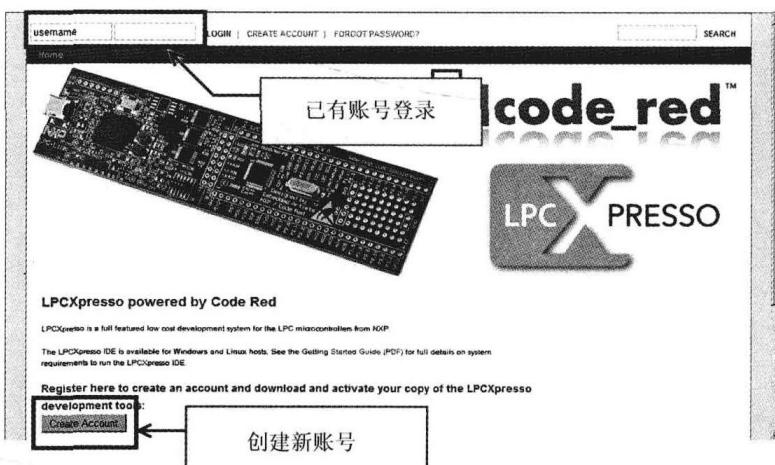

图 1.1 登录页面
(2) 网页打开后,会看到登录窗口。如果还没有 LPCXpresso 的用户账号,需要点击“Create Account”按钮创建账号。已经有了账号的话,直接从页面左上角输入用户名和密码,然后点击“LOGIN”(图 1.1)。